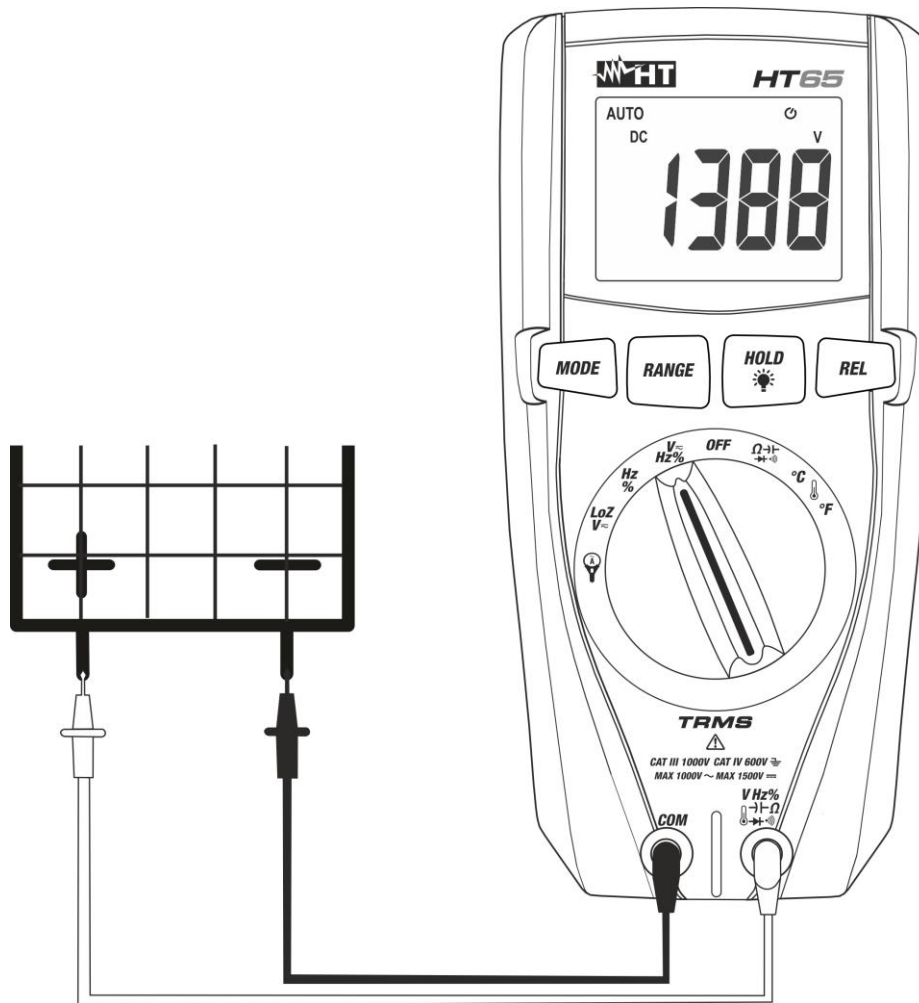

Fig. 2: Uso dello strumento per misura di Tensione DC
4. Posizionare il puntale rosso ed il puntale nero rispettivamente nei punti a potenziale positivo e negativo del circuito in esame (vedere Fig. 2). Il valore della tensione è mostrato a display
6. La visualizzazione del simbolo "-" sul display dello strumento indica che la tensione ha verso opposto rispetto alla connessione di Fig. 2.
circuito in esame (vedere Fig.2) per misura di tensione DC. Il valore della tensione è mostrato a display
6. La visualizzazione del simbolo "-" sul display dello strumento indica che la tensione DC ha verso opposto rispetto alla connessione di Fig.2